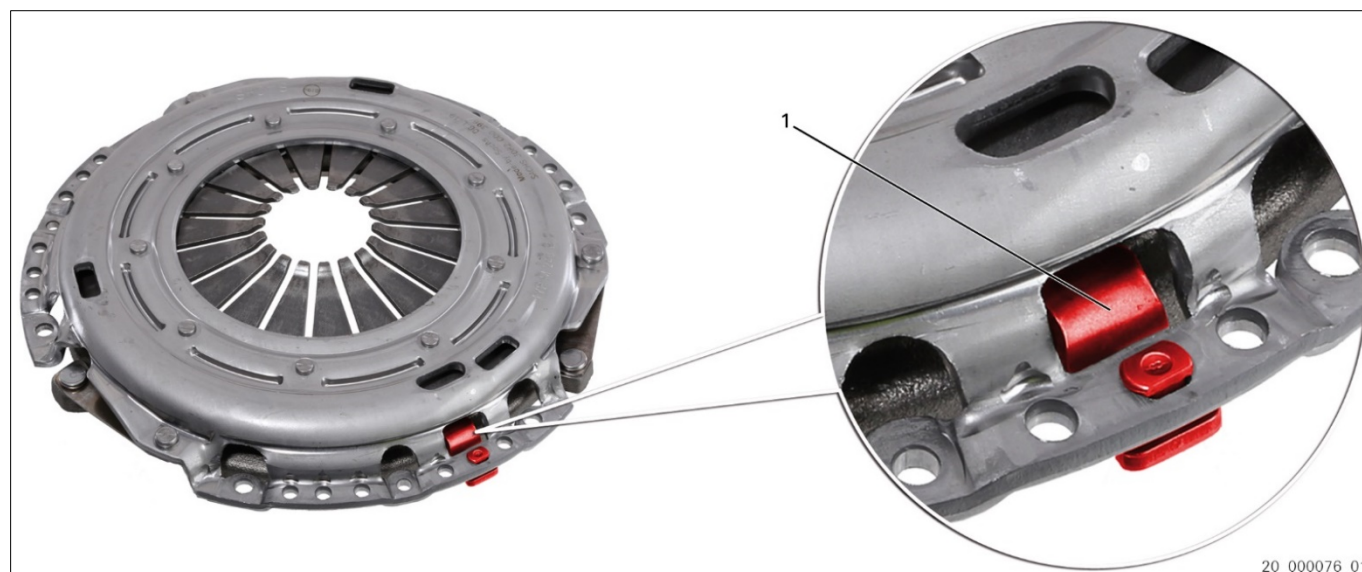
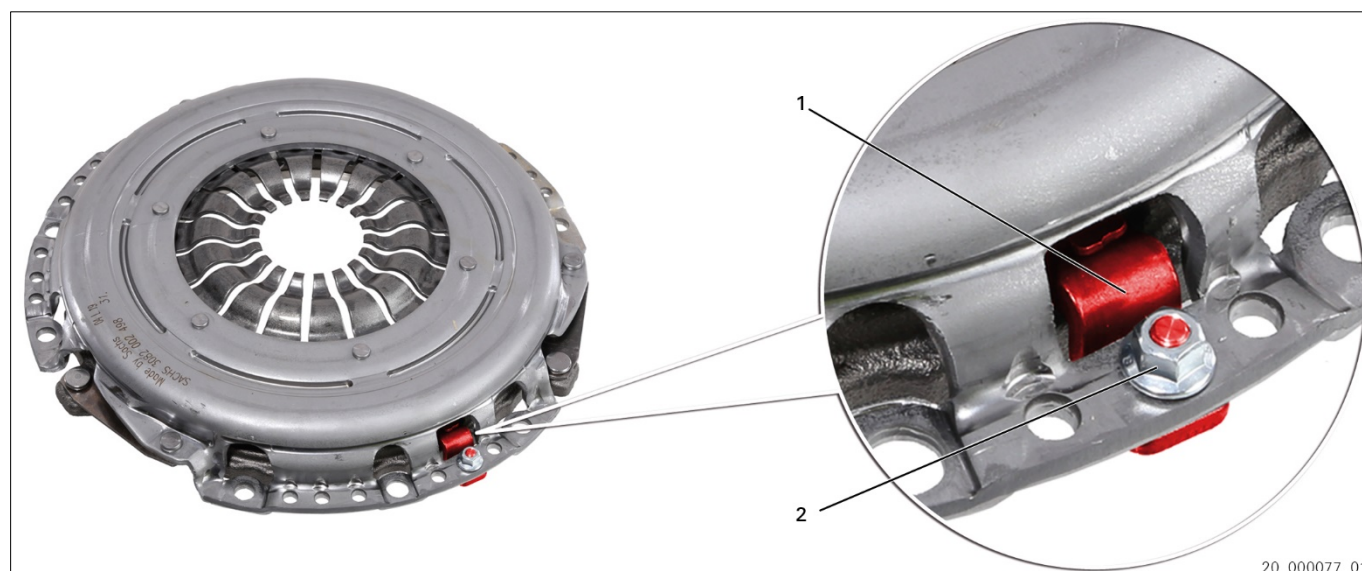

Fig. 1: XTend tip I cu limită carcasă (nituită)
Fig. 2: XTend tip I cu limită carcasă (filetată)
Particularitate	Limită carcasă nituită (fig. 1) sau filetată (fig. 2)
**XTend tip I în varianta de execuție nituită (fig. 1)**
**XTend tip I varianta de execuție filetată (fig. 2)**